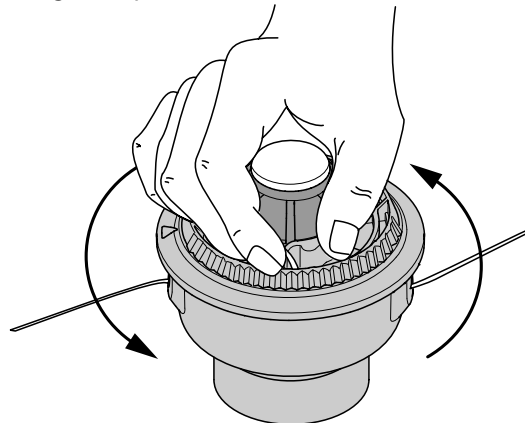

Fig. 19
8. Sostenga la bobina exterior. Bobine el carrete interior en sentido antihorario hasta que queden alrededor de 102 mm (4 pulgadas) de línea (Fig. 19).